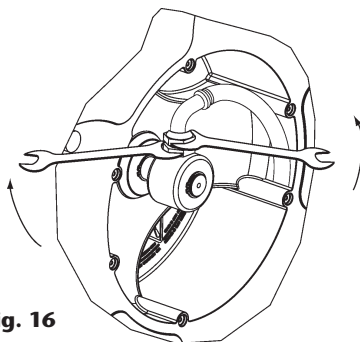

Fig. 16
2. Avec deux clés, desserrer le flexible de la rotule (fig.16).